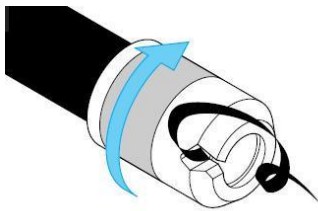

Bild 1
1. Rohr mit Ansträhülse von Hawle Nr. 6000 oder mit gleichwertigem Produkt anstrählen (siehe Bild 1)